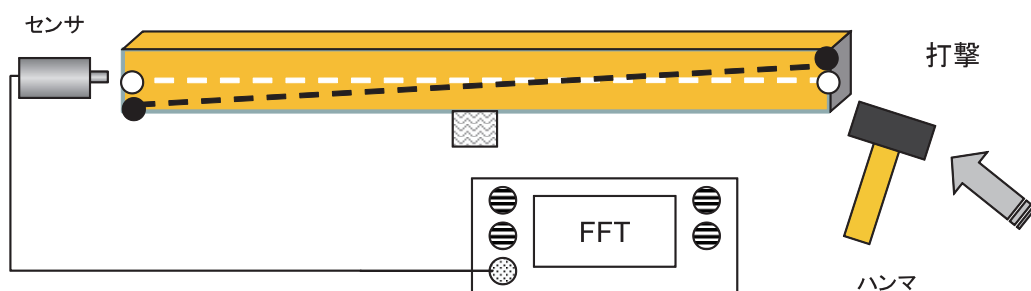
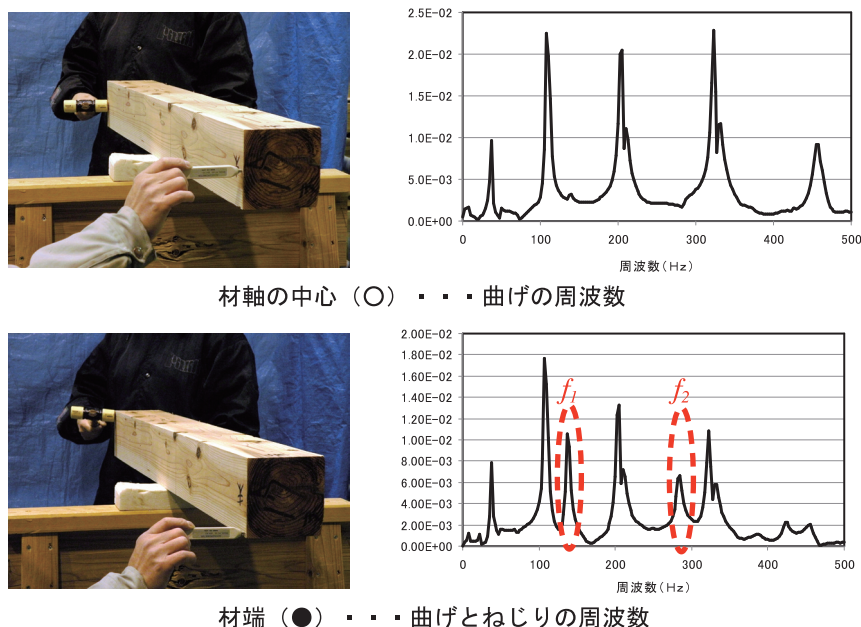

図1 動的ねじり試験の概要
図2 ねじりの周波数の読み取り方法
- ①被験材の高さ、幅、長さ、重量を測定し密度を求めます。
- ②図1のように中央部分を支持した被験材の両材端の材軸の中心（○の位置、曲げの周波数）と材端（●の位置、曲げとねじりの周波数）で打撃し（図1）、二つの周波数を比較することでねじりの周波数 f_n を確認します（図2）。